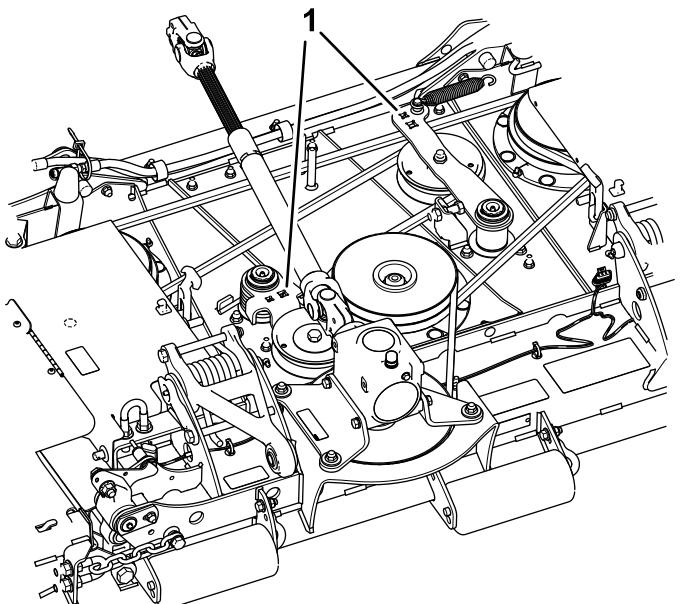

Bild 23
2. Schieben Sie die Spannscheibe mit einem Schraubenschlüssel in den Löchern der Spannscheibenarme vom Treibriemen, um die Riemenspannung zu verringern, und den Riemen von der Spannscheibe abzuziehen (Bild 23).